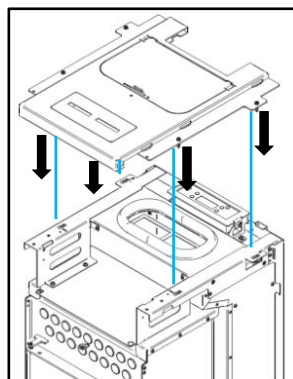

Figura 33 – Colocação tampo superior
a) Colocar o tampo superior como demonstra a Figura 33. Para garantir que o tampo fica devidamente colocado, este contém quatro pinos na parte inferior que devem encaixar nas molas que se encontram na estrutura.